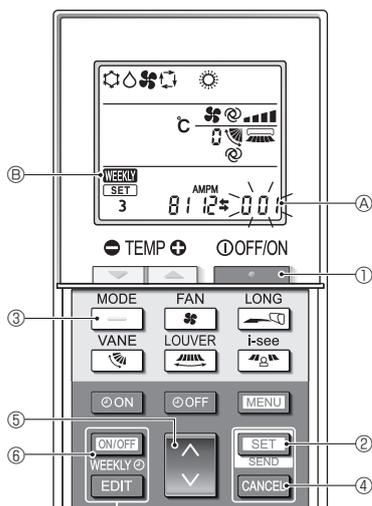

Fig. 5-9
#### 5.9.8. Désactivation du mode AUTO (Fig. 5-9)
- Appuyez sur la touche **STOP** ① pour arrêter le climatiseur.
- Si la minuterie hebdomadaire est activée, appuyez sur la touche **ON/OFF WEEKLY** ⑥ pour la désactiver. (**WEEKLY** ⑥ disparaît.)
- Appuyez sur la touche **SET** ② pendant 5 secondes.
- L'appareil passe en mode de réglage des fonctions. (Le numéro de réglage du modèle (A) clignote.)
- Appuyez sur la touche **UP** ④.
- Achèvement des réglages (Fig. 5-9)